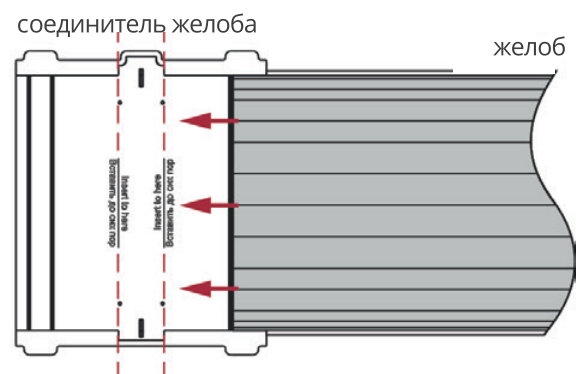

Рисунок 10
2. Желоба необходимо вставлять в фитинги (воронка, соединитель желобов, углы желоба) до отметки «Вставить до сих пор» (рис. 10).